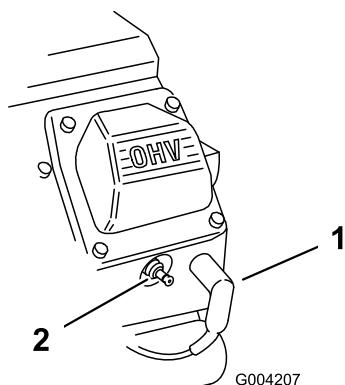

Figura 49
- Desconecte los cables de las bujías (Figura 49).
- Conecte los cables a las bujías (Figura 49).